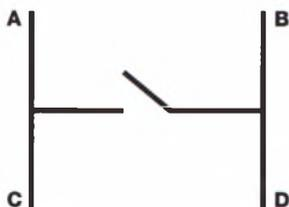

РИСУНОК 17.4
4. Установите две кнопки на макетную плату, с контактами A и B с одной стороны от канавки, и контактами D и C с другой, следуя схеме, показанной на рис. 17.4.